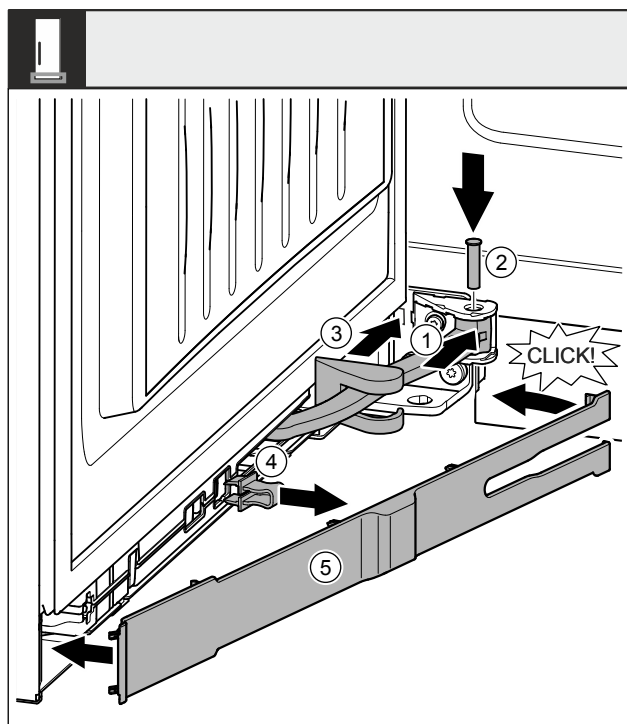

Fig. 53
- ▶ Поверніть шарнір Fig. 53 (1) у навішенні.
- ▶ За допомогою викрутки встановіть штифт Fig. 53 (2) в навішування та шарнір. При цьому виступ фіксатора повинен займати правильне положення в пазу.
- ▶ Просуньте кришку опорного кронштейна Fig. 53 (3) вздовж шарніра та встановіть її над навішуванням.
- ▶ Зніміть запобіжник Fig. 53 (4).
- ▶ Встановіть накладку Fig. 53 (5) з боку ручки та поверніть.